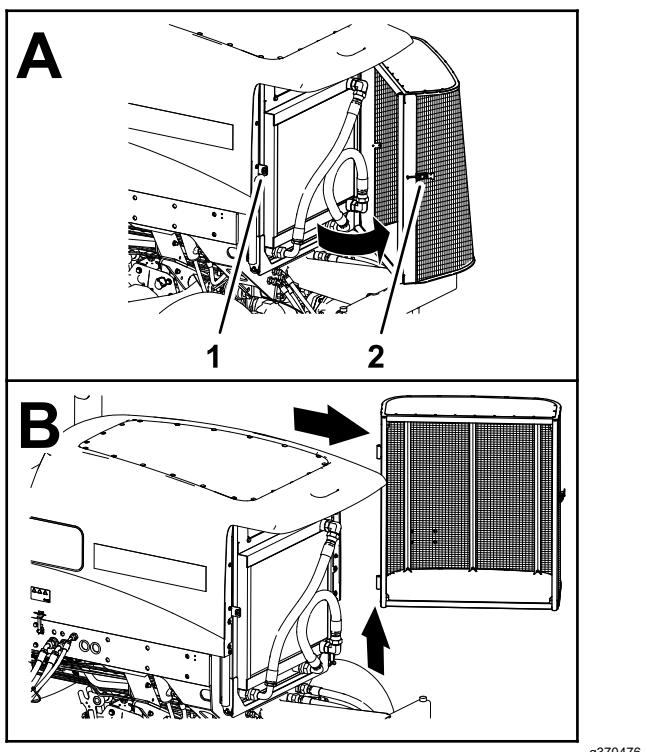

Рисунок 156
2. Расфиксируйте и откройте заднюю решетку (Рисунок 156).